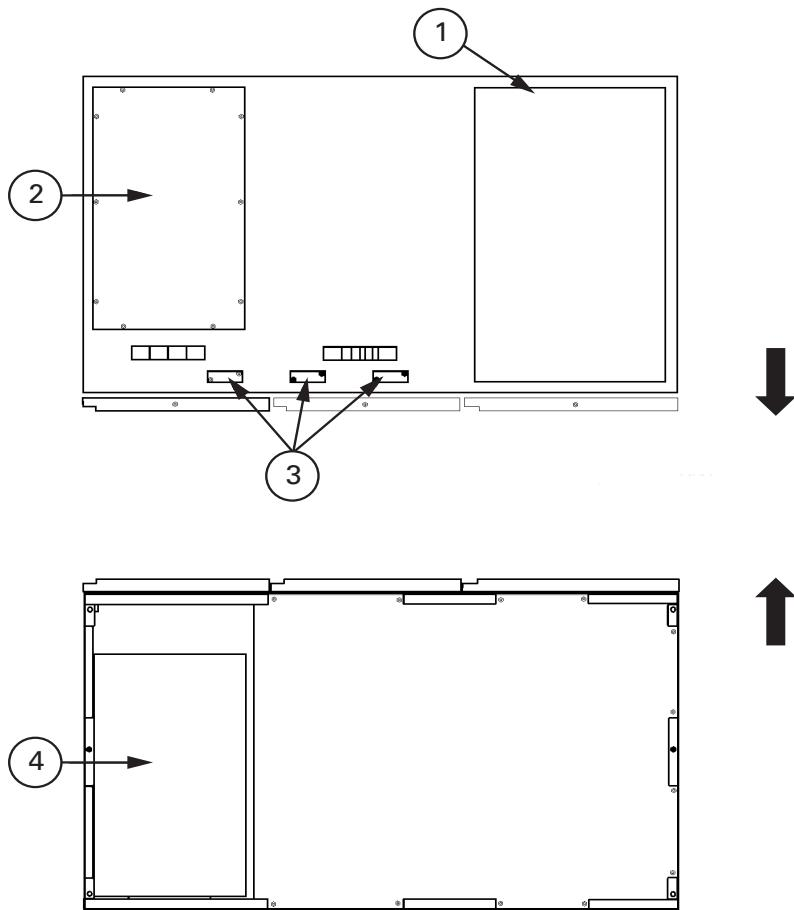

Рис. 4-4. Расположение входов проводки
Снимите верхние или нижние вводные пластины шкафа ИБП и просверлите/пробейте в них отверстия (см. Рис. 4-4).
2. Проведите входной и выходной кабели сверху или снизу шкафа к клеммам ИБП. Для получения информации о доступе к проводке и расположении клемм общего питания через выпрямитель см. Рис. 4-4 - Рис. 4-4, а для получения информации о расположении клемм отдельного питания через выпрямитель см. .
- Проведите и подключите кабели аккумулятора между ИБП и аккумуляторными шкафами согласно инструкциям в руководстве по установке интегрированного аккумуляторного шкафа Eaton 9395P (модель IBC-L). Для получения информации о доступе к проводке и расположении клемм см. Рис. 4-4 – Рис. 4-4.
- Проведите и подключите кабели аккумулятора между ИБП и аккумуляторной системой. Для получения информации о доступе к проводке и расположении клемм см. Рис. 4-4 – Рис. 4-4 .